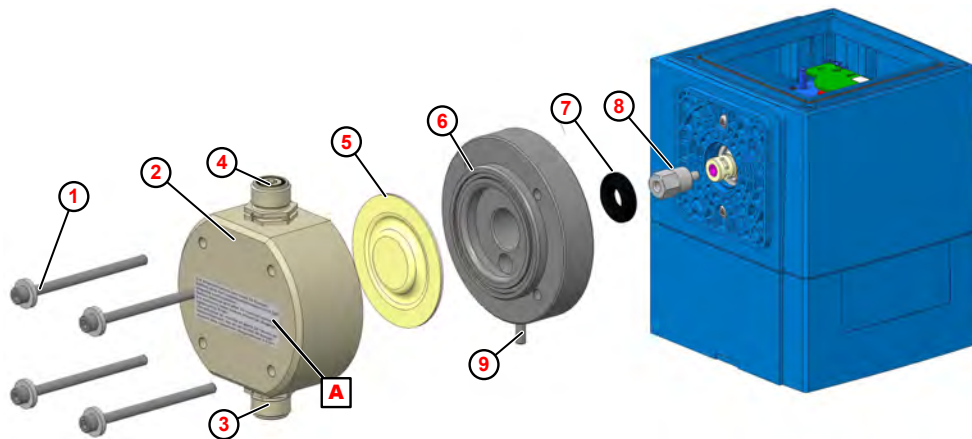

Fig. 24: Sustitución del cabezal de la bomba, la membrana y la membrana protectora
1. ➤ Destornillar las válvulas de aspiración y de descarga (Fig. 24 , ③ y ④).
2. ➤ Aflojar y retirar los tornillos del cabezal de la bomba ① .
3. ➤ Quitar el cabezal de la bomba ② .
4. ➤ Desenroscar la membrana ⑤ .
5. ➤ Quitar la placa intermedia ⑥
6. ➤ Retirar la membrana protectora ⑦ .
8. ➤ Insertar la placa intermedia de forma que la salida de rotura de membrana ⑨ señale hacia abajo.